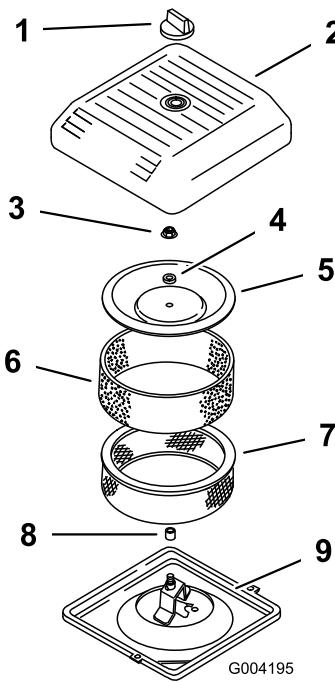

Рисунок 155
- Отверните ручку и снимите крышку воздухоочистителя (Рисунок 155).
4. Осторожно снимите фильтр предварительной очистки из пеноматериала с бумажного элемента (Рисунок 155).
5. Выверните гайку крышки и снимите крышку, проставку и фильтр с бумажным фильтрующим элементом (Рисунок 155).